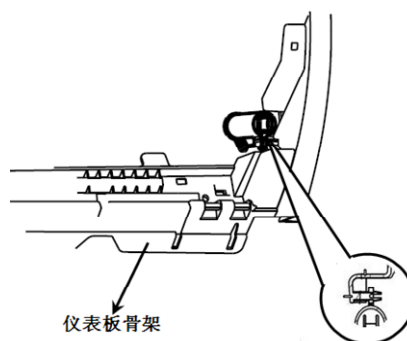

图 1-1-8-1 右下储物箱空气弹簧总成的拆卸与安装
①如图 1-1-8-1 将仪表板骨架上安装气动拉簧的卡扣挤压变形后即可取出气动弹簧。
②右下储物箱空气弹簧总成安装顺序与上述拆卸顺序相反。